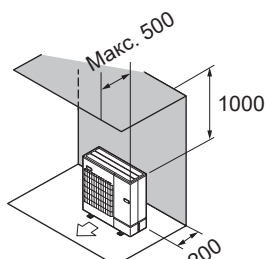

Fig. 2-8
- ② Көдергілер тек артқы және одан жоғарыда (Fig. 2-8)